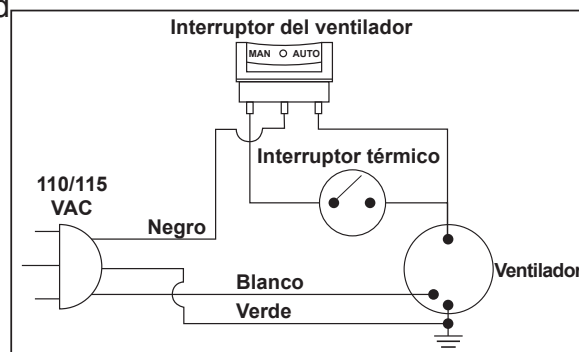

Fig. 13 - Instalación de las patas
3. Sujete las patas de soporte al calefactor usando los tornillos de las patas de soporte (Fig.13)